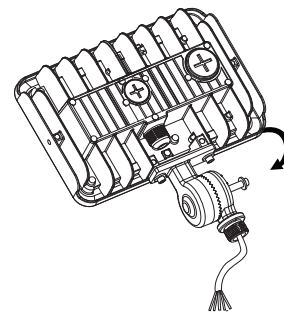

Fig 8
- 3: Adjusting to the correct angel, and tighten the screw of the knuckle(Fig 8).
- 3: Ajuste al ángulo correcto y apriete el tornillo del nudillo (Fig. 8).
- 3 : Ajustez à l'angle correct et serrez la vis de l'articulation (Fig 8).